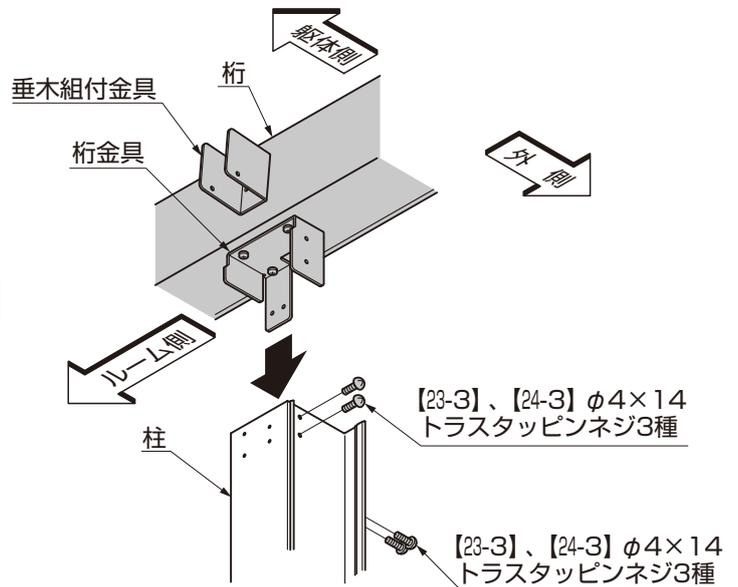

図3-45 エクシオールプラスタイプの場合
- エクシオールプラスタイプの場合は図3-45を参照して柱を取付けてください。